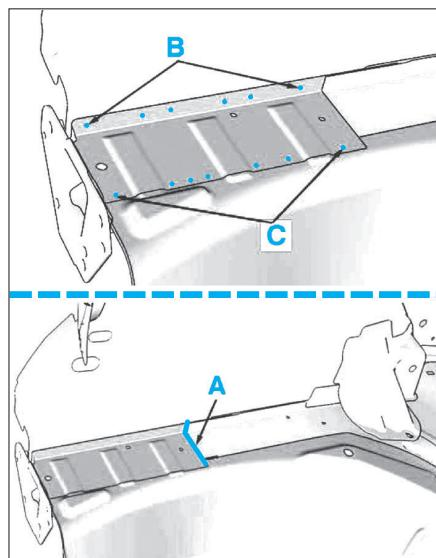

FIG. 66
- Souder les semelles de longeron AR en A, B et C (Fig.66).